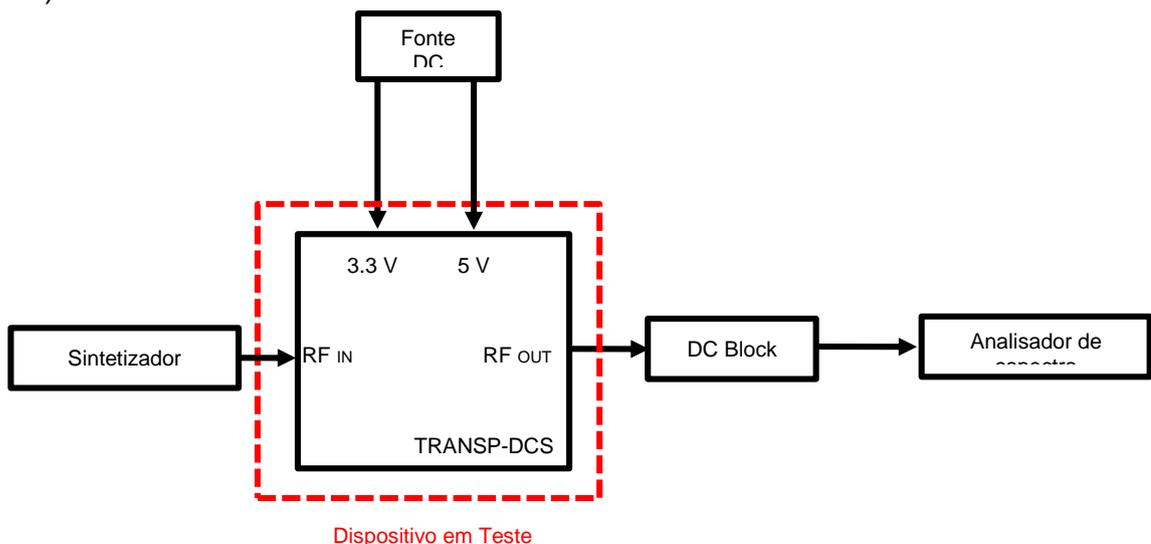

Figura 3.8.1 – diagrama de execução do teste de índice de modulação.
- 1) Realizar as conexões descritas na Figura 3.8.1.
- i. Tipo: *Continuous Wave (CW)*;